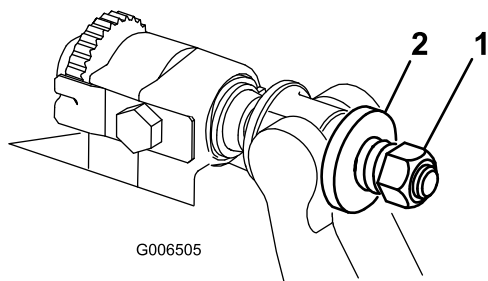

Рисунок 33
- Затяните гайку натяжения пружины так, чтобы пружина полностью сжалась, затем отверните ее на 1/2 оборота (Рисунок 33).